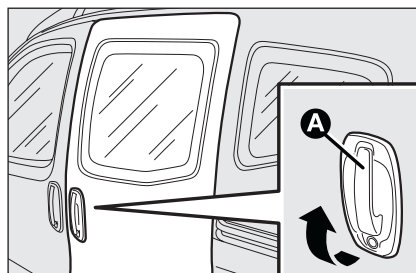

fig. 62
**Ouverture:** tourner la partie métallique de la clé dans la serrure et tirer la poignée **A-fig. 62** dans le sens indiqué par la flèche, faire glisser ensuite la portière vers la partie arrière du véhicule jusqu'à la butée qui l'arrête en fin de course.
**Fermeture:** agir sur la poignée **A-fig. 62** et la pousser vers la partie avant du véhicule. Tourner la partie métallique de la clé dans le sens de fermeture.